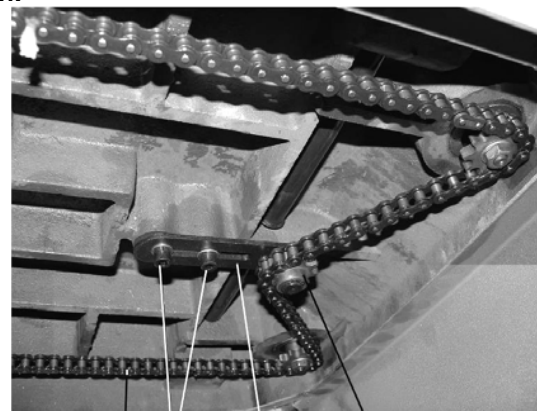

Рис.15
10.3. Регулировка натяжения цепи механизма для установки высоты рабочего стола (Рис.15)
11. СТРОГАНИЕ (Рис.15)